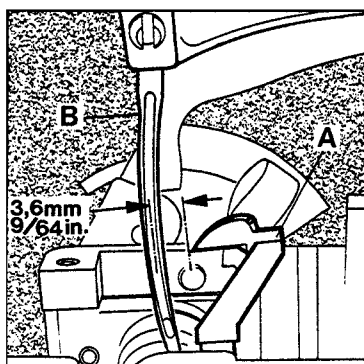

Fig.6A
Set the looper (A, Fig. 6A) so that the distance from the center of the needle (B) to the point of the looper is not less than 3.6 mm (9/64") when the looper is at its farthest end position from the needle. Looper gauge No. 21225-9/64 can be used advantageously in making this setting.
Stellen Sie den Greifer (A, Fig. 6A) so, daß der Abstand von Nadelmitte (B) bis zur Greiferspitze nicht weniger als 3,6 mm beträgt, wenn der Greifer in der von der Nadel entferntesten Endstellung ist. Die Greifereinstelllehre Nr. 21225-9/64 erleichtert diese Einstellung.